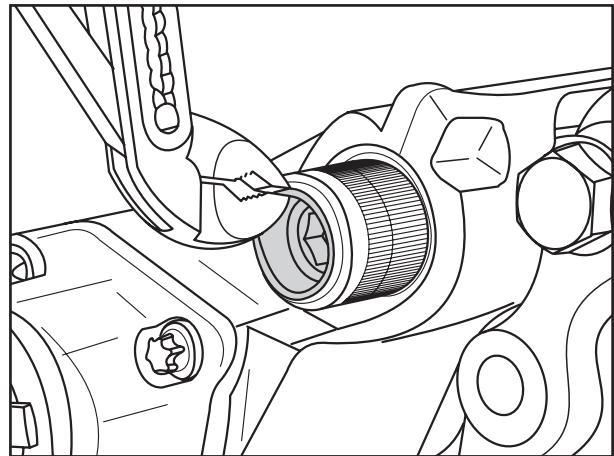

Fig. 4
- [8] Loslager-Kappe mit einem geeigneten Werkzeug aus der Führungshülse herausheben (Fig. 4).
- [8] Use a suitable tool to lever the loose bearing cap out of the guide sleeve (Fig. 4).
- [8] Faire sauter de la douille de guidage le chapeau du palier libre au moyen d'un outil approprié (Fig. 4).